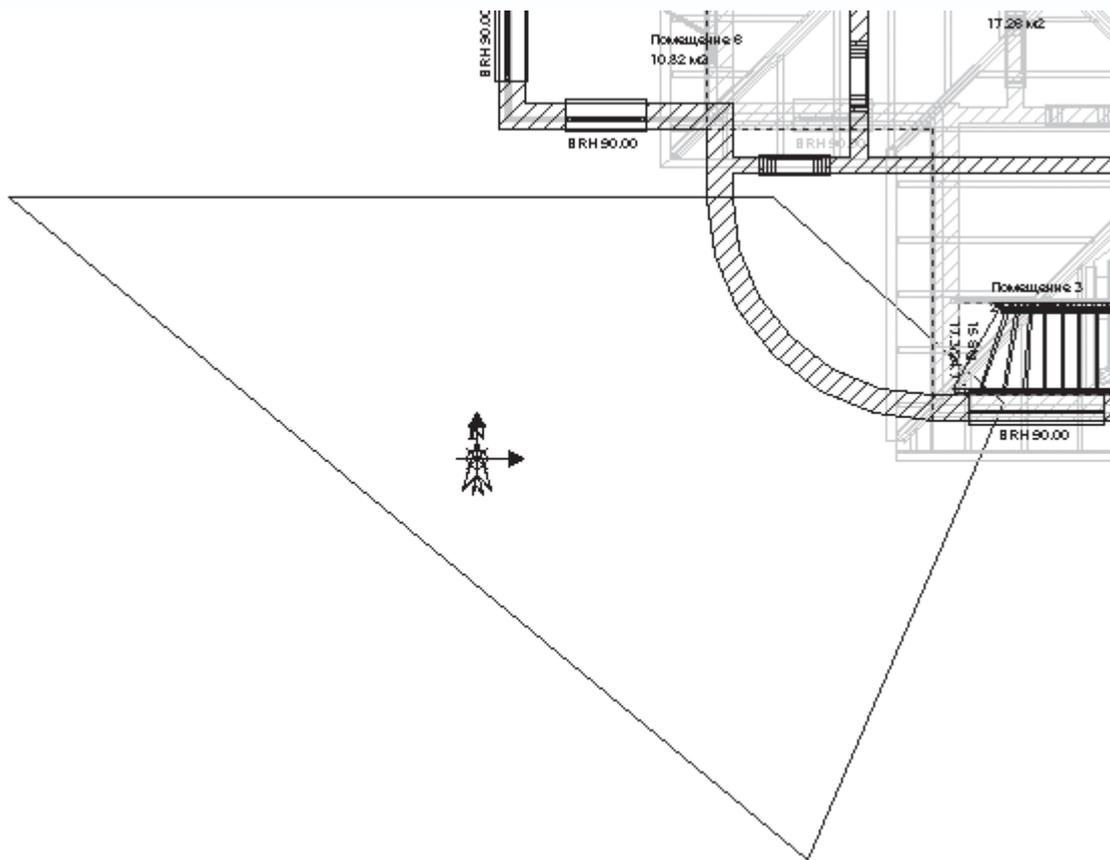

Рис. 4.62. Габаритный четырехугольник возвышенности
2. Вторая точка должна быть зафиксирована в левом верхнем углу комнаты Помещение 3 на плане. Остальные две точки установите произвольно за пределами дома (рис. 4.62).